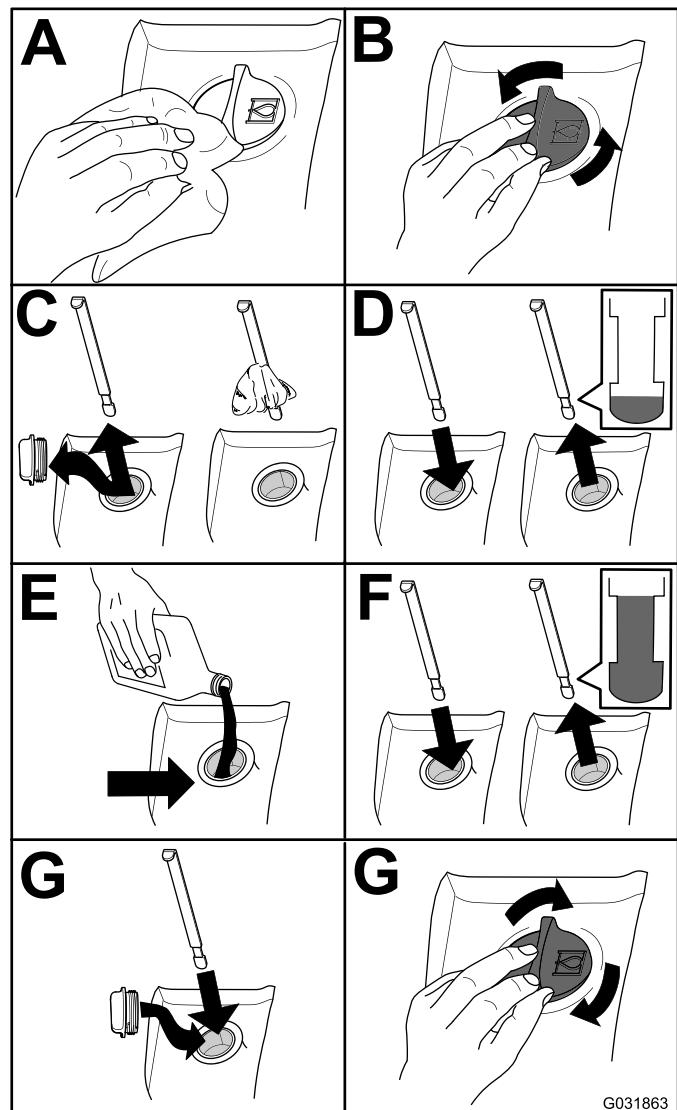

Figura 75
- Compruebe el nivel de fluido hidráulico (Figura 75).